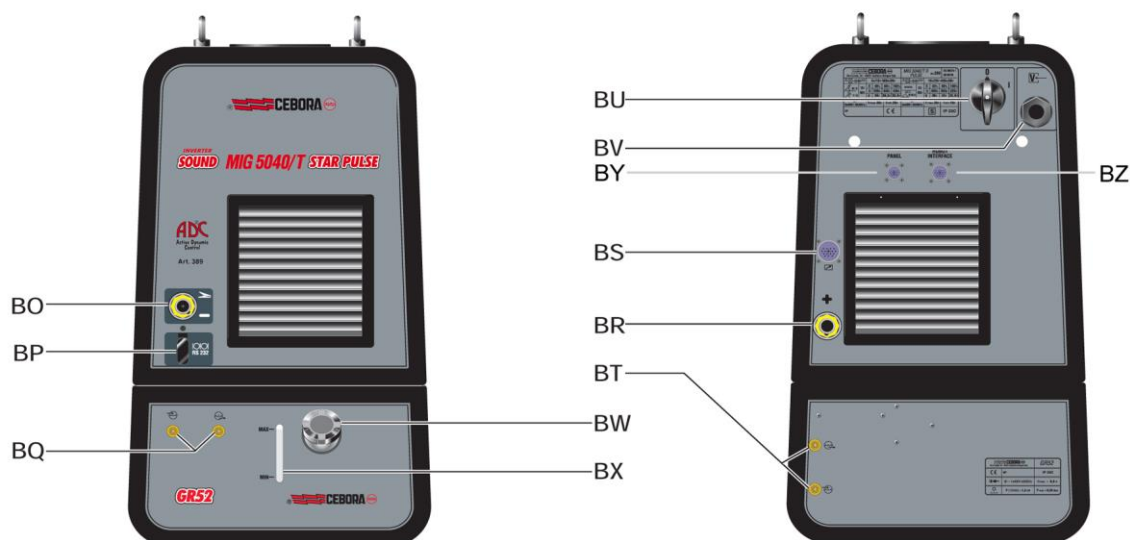

fig. 3
Alimentar el Sistema de Soldadura mediante el interruptor **BU** del Generador (fig. 3).
3.3 Puesta en marcha Grupo de Enfriamiento (fig 3).
4.2 Descripción generador (fig. 3).
5.2 Descripción Grupo de Enfriamiento (fig. 3).